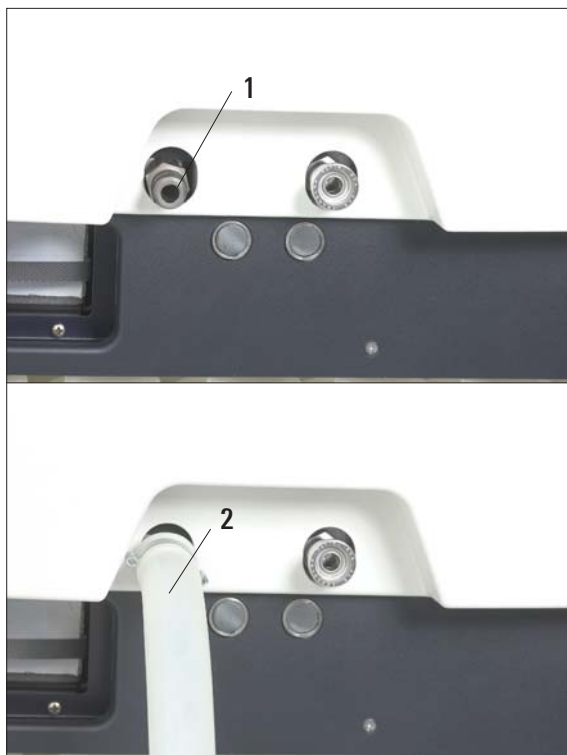

Fig. 55
- Collegare il tubo di svuotamento della paraffina (2) al raccordo di scarico (1) sul davanti dello strumento (fig. 55) e innestare l'estremità libera del tubo in un contenitore di raccolta.